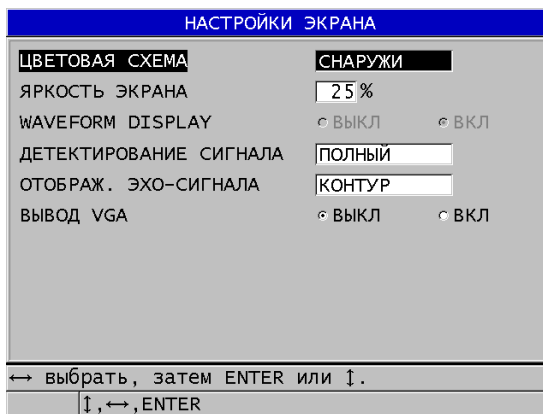

Рис. 4-3 Окно НАСТРОЙКИ ЭКРАНА
2. В окне **НАСТРОЙКИ ЭКРАНА** (см. Рис. 4-3 на стр. 58) выберите необходимый параметр и задайте нужное значение: